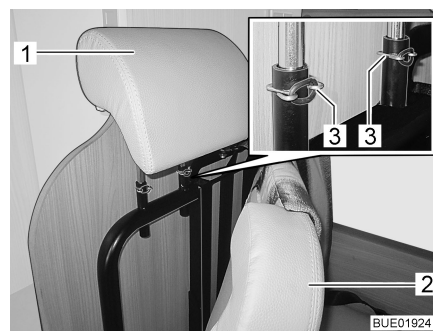

Bild 7 Inställning av nackstöd
Ställ innan du startar in nackstödet (Bild 7,1) så att bakhuvudet har stöd ungefär i höjd med öronen.
- Fäll fram dynan (Bild 7,2).
- Ta bort säkringsklämmor (Bild 7,3).
- Dra nackstödet (Bild 7,1) uppåt eller tryck bakåt tills det fastnar i rätt spärrläge.